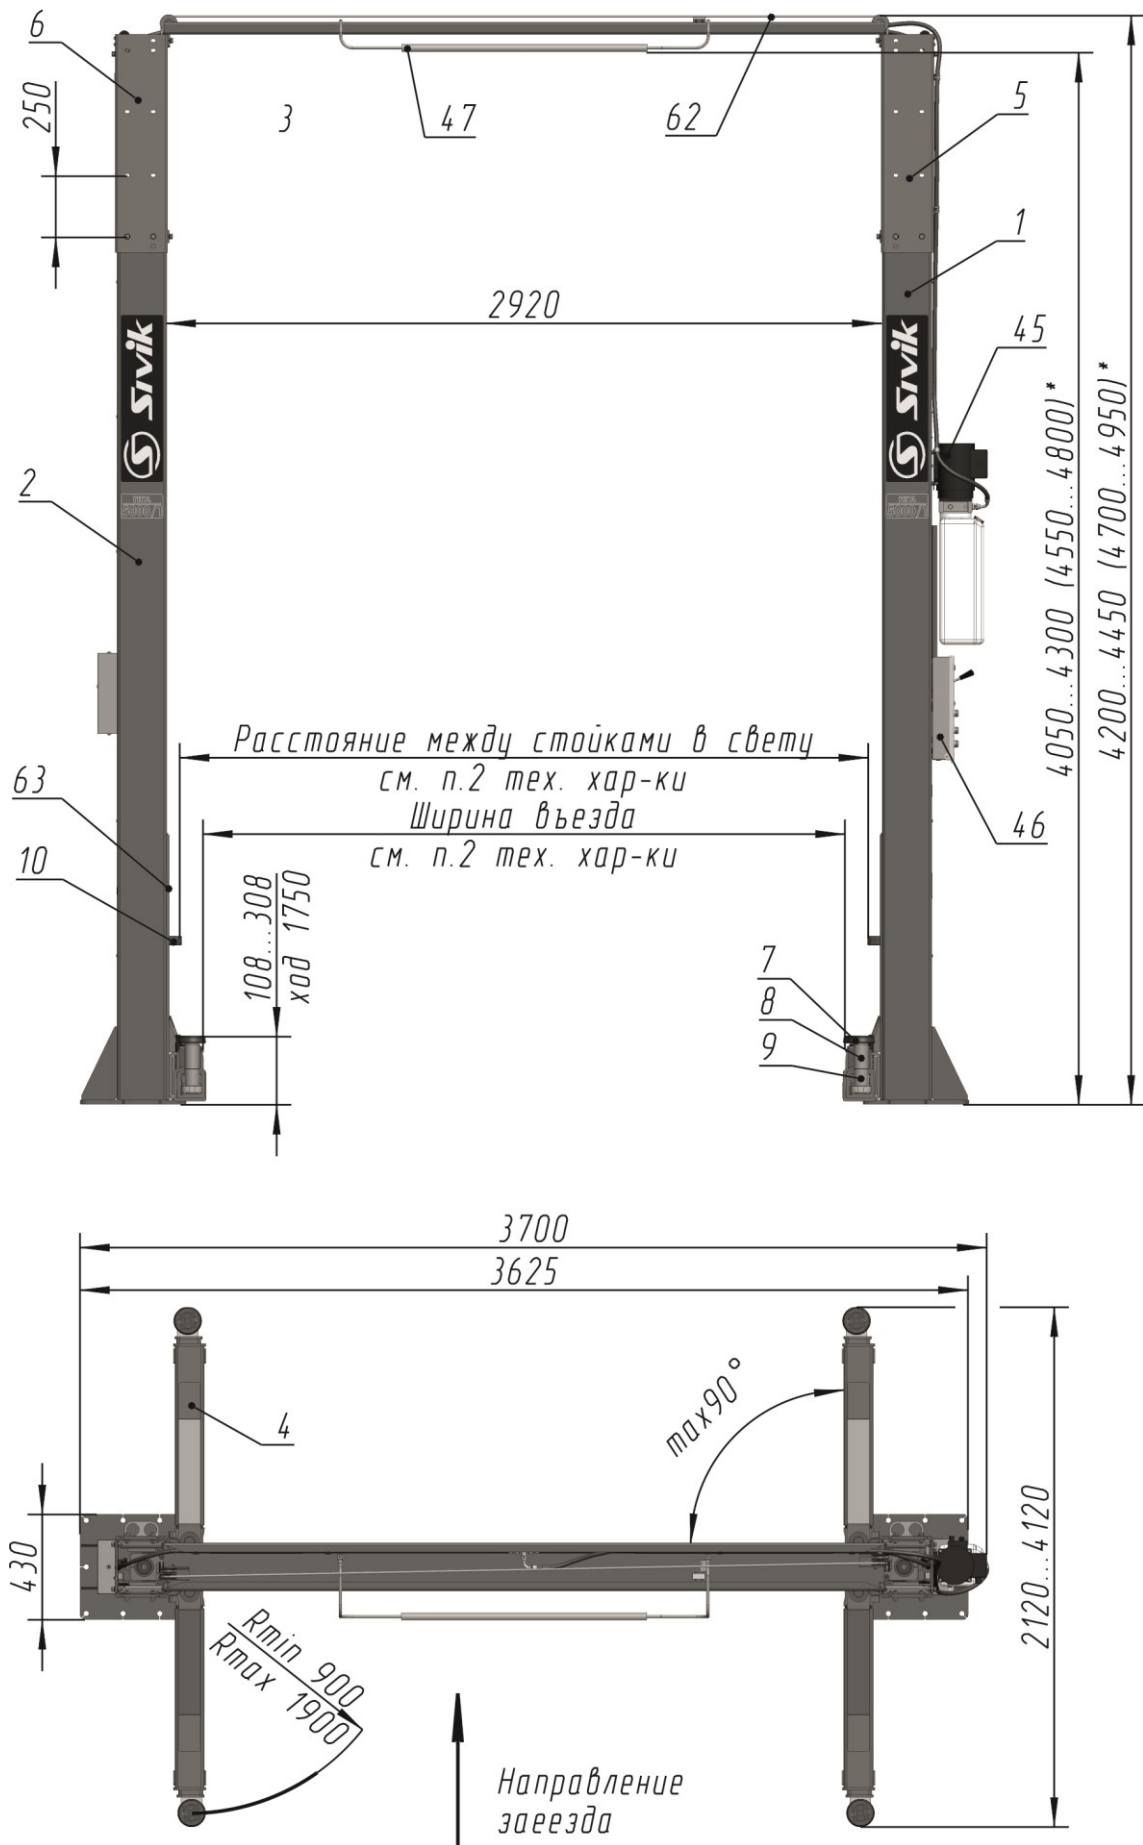
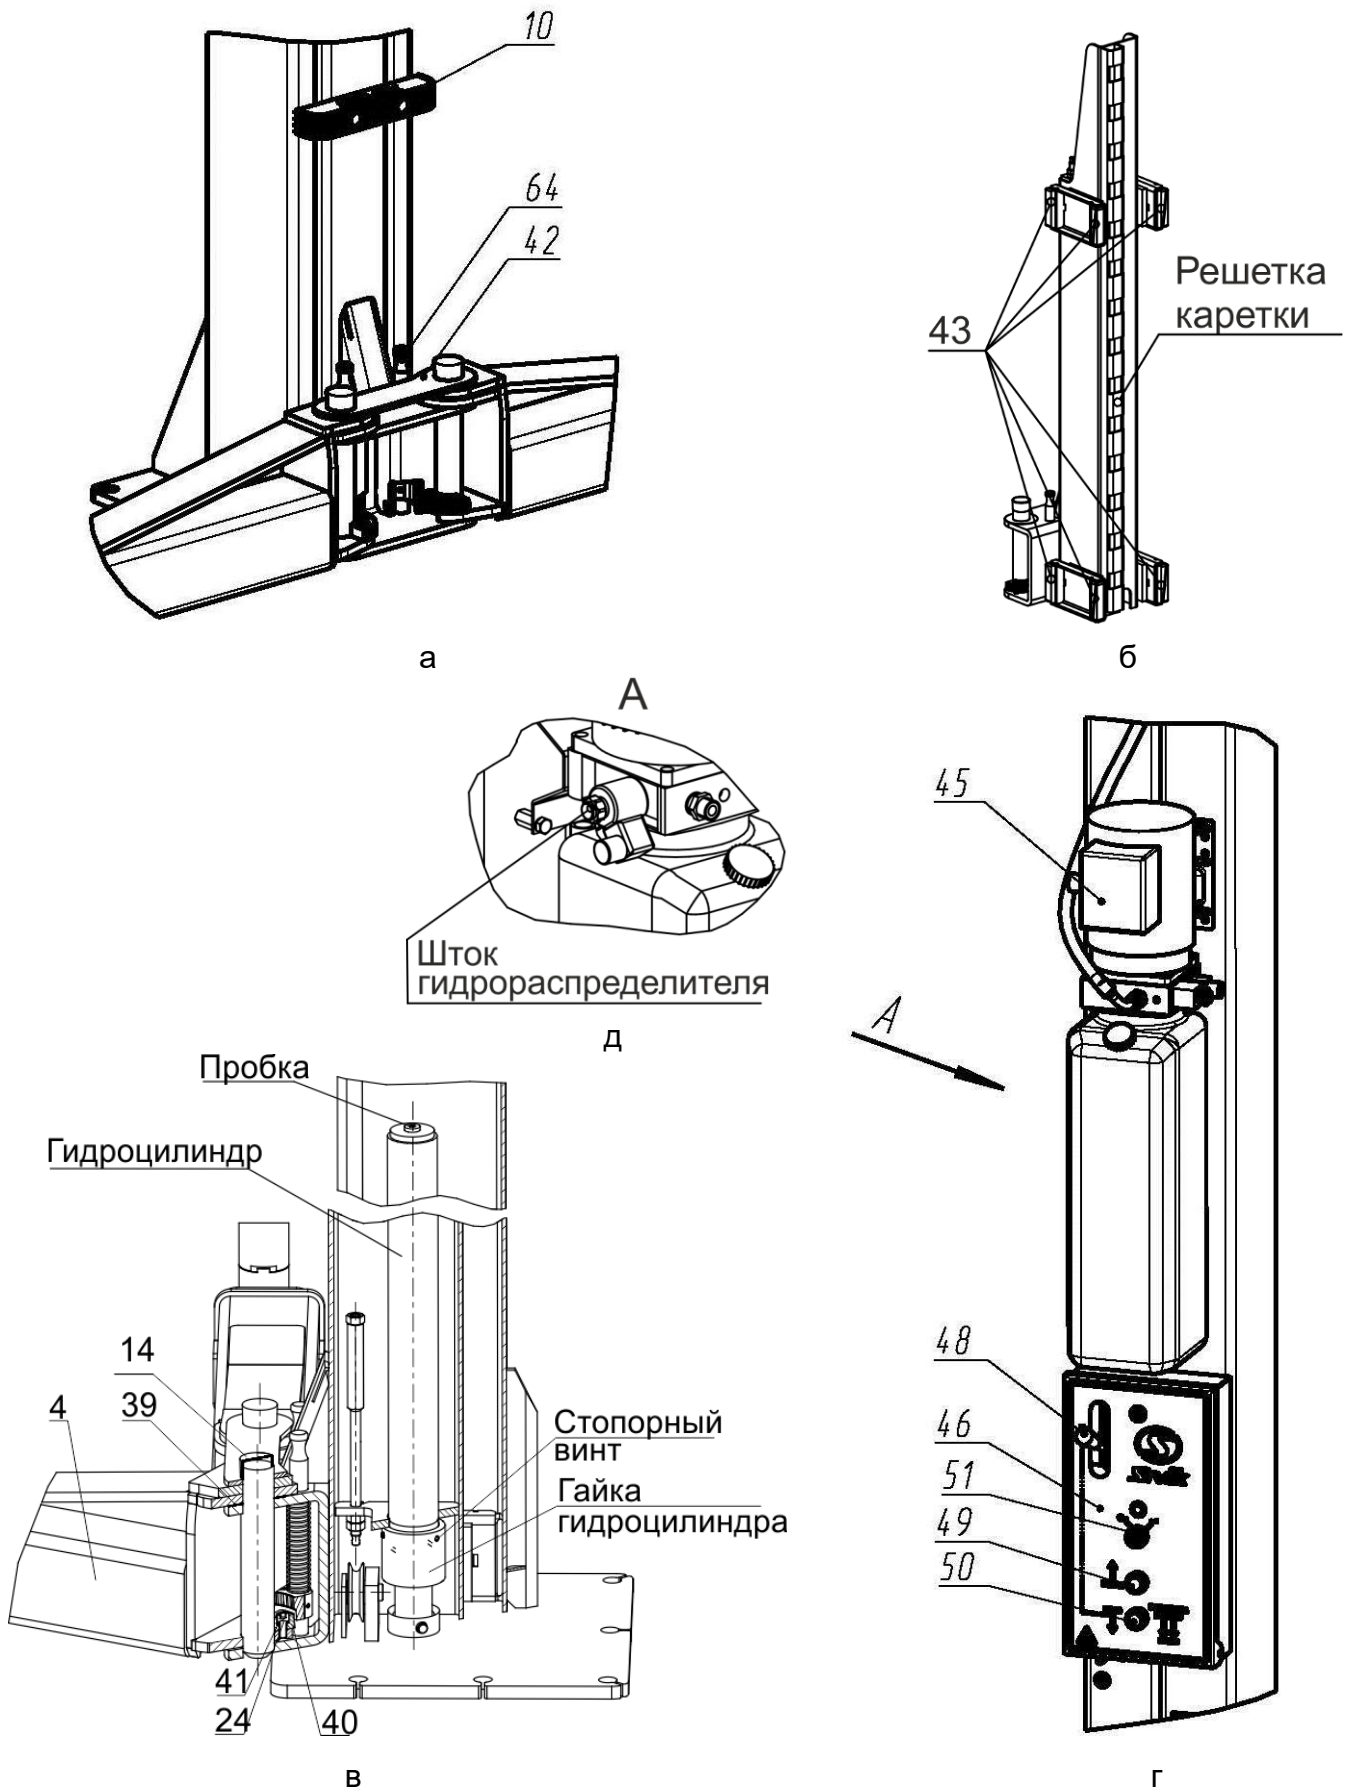

Рисунок 3.1 - Общий вид подъемника (* – исп. Высокий)
Рисунок 4.1 – Виды подъемника
Подъемник (рисунок 3.1) состоит из двух стоек коробчатого сечения – правой 1 и левой 2, двух надставок 5 и 6 соединенных между собой поверху перекладиной 3. Подъемник имеет возможность регулировки по высоте от 4197(4712)¹ мм до 4447(4962)¹ мм. Это достигается креплением надставок 5 и 6 на первый или второй ряд крепежных отверстий. В стойках размещены каретки 63 с закрепленными на них поворотными телескопическими подхватами 4 равной длины. На концах подхватов 4 установлены опоры 7, подставки опоры 8,9. Подхваты фиксируются стопорными устройствами 64 (рисунок 4.1а), автоматически срабатывающими при подъеме автомобиля. При опускании кареток 63 в крайнее нижнее положение происходит автоматическое расстопорение подхватов 4. Каретки 63 приводятся в движение гидравлическими цилиндрами, установленными внутри стоек. Подъемник снабжен системой 62 тросовой синхронизации движения кареток 63.
Каждая каретка 63 (рисунок 4.1б) снабжена полиамидными ползунами 43, скользящими по беговым дорожкам стоек 1 и 2. Каретки фиксируются на требуемой высоте стопорами-защелками 44 (рисунок 3.1), закрепленными на стойках 1,2 и входящими в зацепление с решетками на каретках 63.
На правой стойке (рисунок 4.1г) размещена насосная станция 45 с пультом управления 46. Внутри насосной станции 45 находится клапан предохранительный, предотвращающий перегрузку в гидросистеме. Клапан предохранительный настроен на заданное давление и опломбирован.
- касании автомобилем ограничительной дуги 47 перекладины 3 (рисунок 3.1);
Для предотвращения повреждения дверей автомобиля (при открывании) на каретки 63 установлены накладки 10, фиксируемые винтами М8х30, шайбами 8Г и шайбами 8 (рисунок 3.1 и рисунок 4.1а).
Управление подъемником осуществляется рычагом 48 (рисунок 4.1г) и двумя кнопками 49 и 50, установленными в пульте управления 46. Рычагом 48 осуществляется расстопорение кареток 63, а кнопками 49 и 50, подъем (кнопка 49) и опускание (кнопка 50) кареток 63.
ⓘ **ВНИМАНИЕ!** Перед сборкой проверить затяжку гаек гидроцилиндров и стопорных винтов (рисунок 4.1в).
Для того чтобы проверить срабатывание упругой тяги 55, необходимо одному человеку прижать рукой защелку 44 к стойке 2, а другому повернуть рычаг 48 (рисунок 4.1г) вниз. Упругая тяга 55 должна вытянуться на полный ход штока-
При повороте рычага 48 вниз (рисунок 4.1г), защелка на левой стойке должна отвестись, так же как отвелась защелка на правой стойке. При повороте рычага 48 вверх (рычаг 48 должен удерживаться в верхнем положении пружиной), защелки на левой и правой стойке должны вернуться в исходное положение. Регулировка проводится выборкой слабины тросика 52 и обжатием петли зажимом 13.
6.9 Открутить пробку бака насосной станции 45 и залить масло (около 12 л) до верхней метки «МАХ» (рисунок 4.1г). Уровень масла контролировать визуально. Установить пробку бака на место.
- кратковременным нажатием на кнопку 49 (двигатель должен работать, вращение крыльчатки по стрелке на кожухе эл. двигателя, а из бака должно убывать масло, рисунок 4.1г).
• отвернуть пробки у каждого гидроцилиндра на один оборот (рисунок 4.1в)